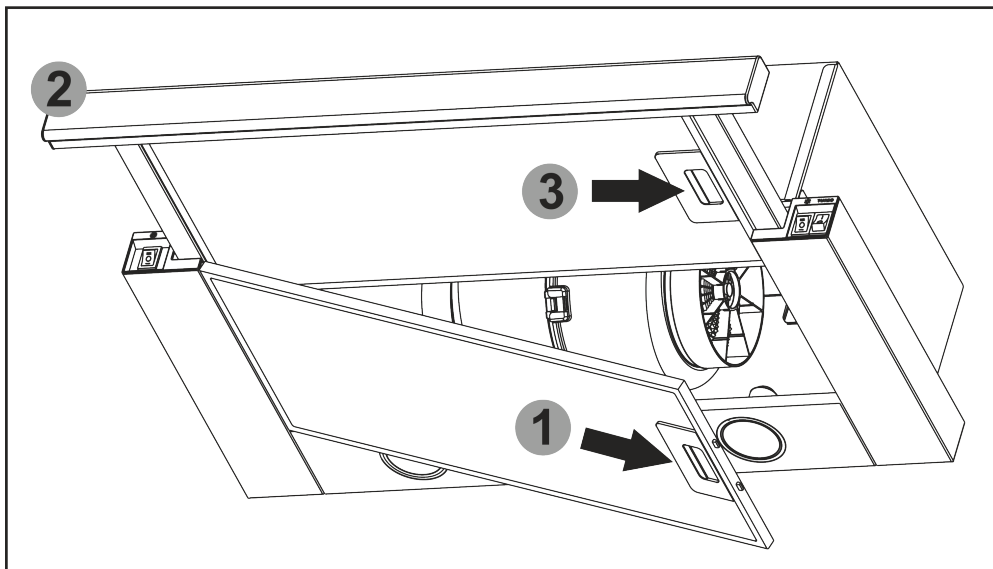

Рис.6
8.7 Для снятия алюминиевых фильтров (**рис.6**) следует нажать на пружинную задвижку алюминиевого фильтра **1** и снять его. Вытянуть шушляду выдвигающую **2** и снять алюминиевый фильтр **3**. Установка фильтров выполняется в обратном порядке.